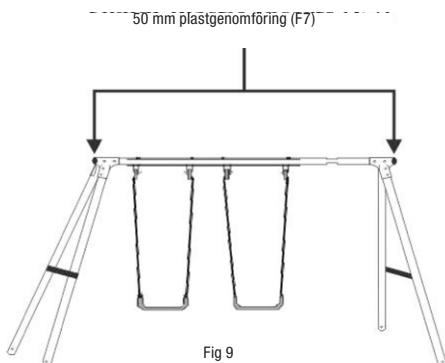

Fig 9
- Tryck i 50 mm plastgenomföringarna (F7) i varje ände av toppbalken, se fig 9 och 10.